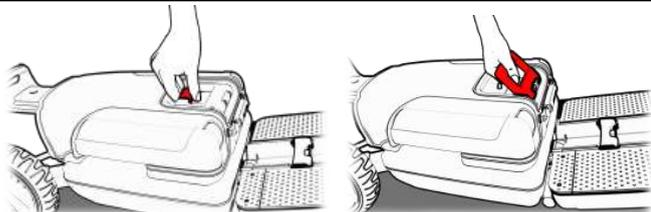

Figura 13
10. Posizionare una mano sul manubrio e con l'altra rilasciare la leva di sicurezza della maniglia posteriore (Figura 13, passaggio 1) e portare la maniglia in posizione verticale di 90 gradi (Figura 13, passaggio 2).